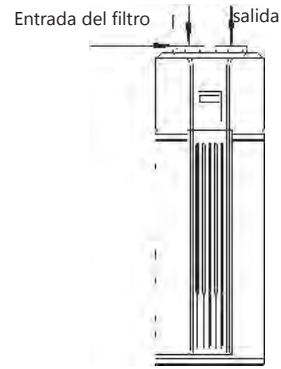

Fig.3-8
5) Instalación del filtro en la entrada de la unidad. Respecto a la unidad con conducto, el filtro se debe colocar en la posición de entrada del conducto. (Fig.3-8/3-9)